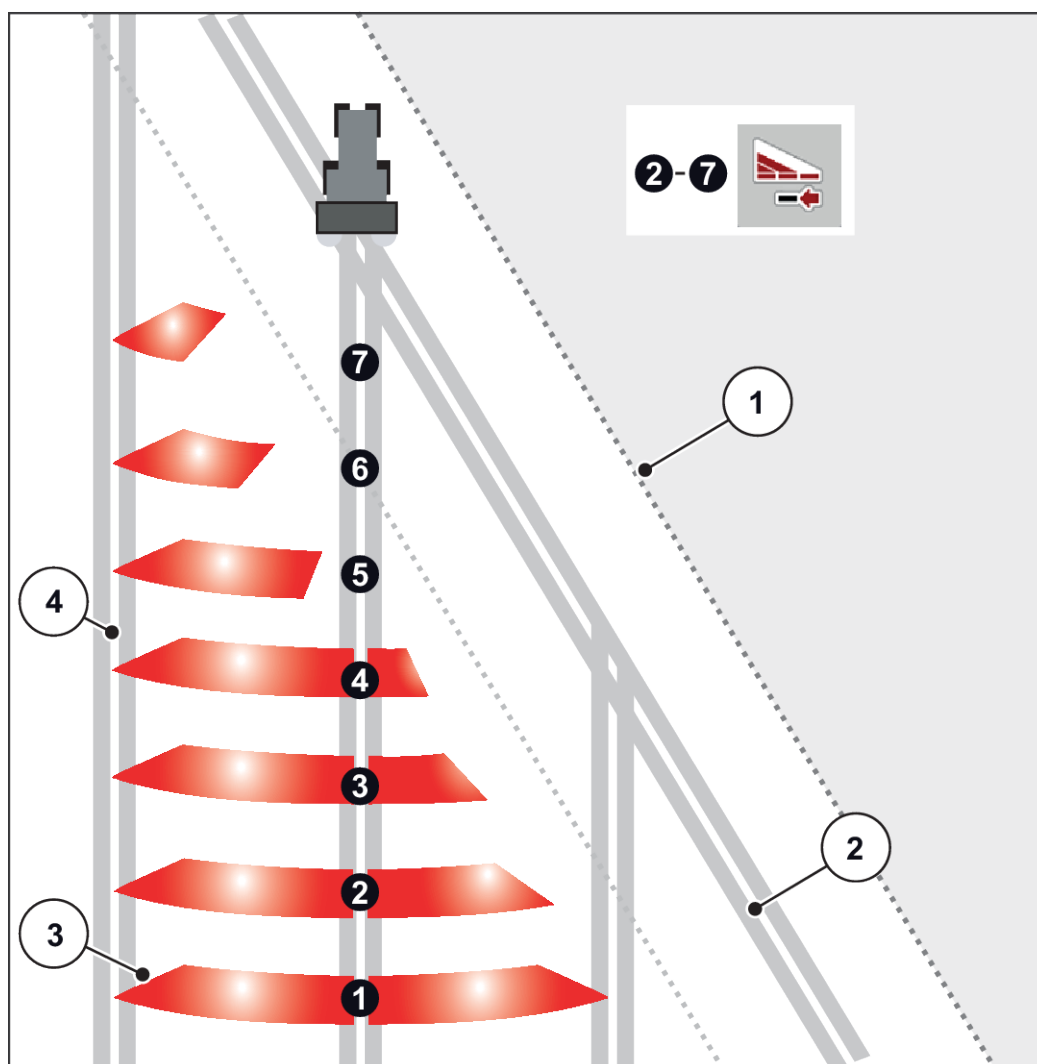

Fig. 46: Automatisk seksjonskontroll
- Delbreddekoblingen kan gjøres utenfra og inn eller innenfra og ut. Se Fig. 46 Automatisk seksjonskontroll.